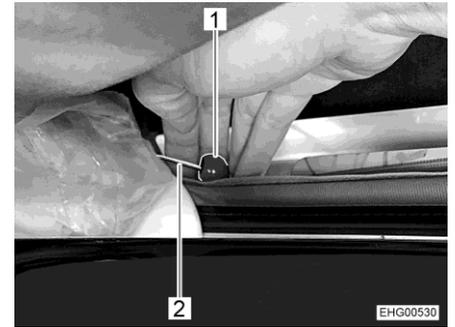

Fig. 55 Sbloccaggio di emergenza
- Tirare la fune (Fig. 55,2) sui due lati del pulsante rosso (Fig. 55,1).